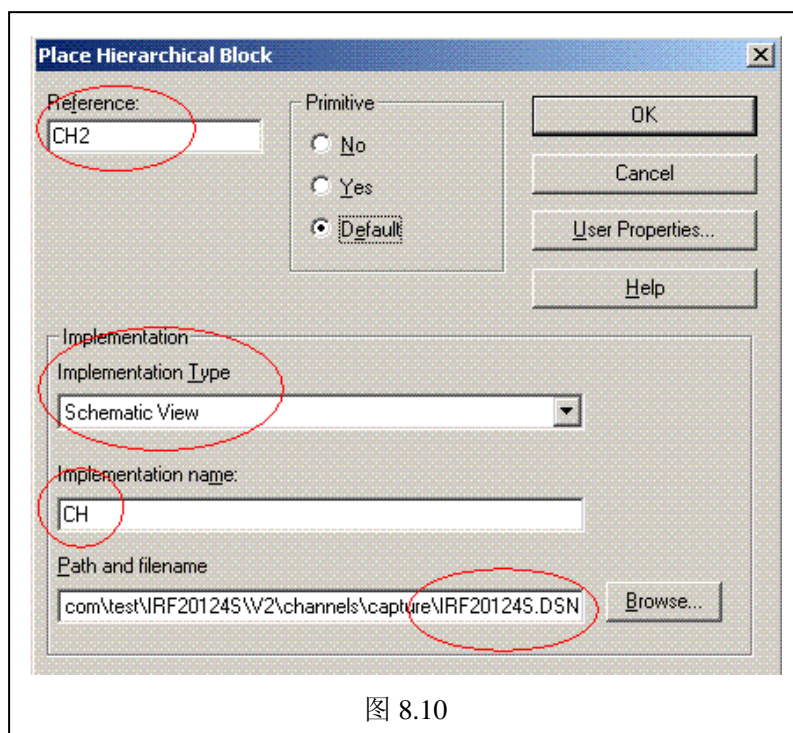

图 8.10
10) 创建包含应用模块的原理图：先在原理图中放置一个层次引用，见图 8.10